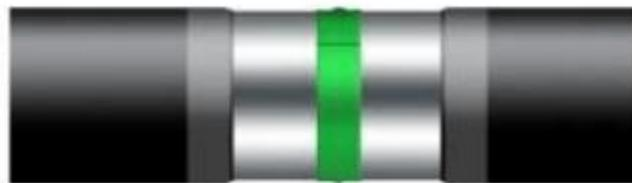

图4
- ①宜使用 100mm 宽的粘弹体防腐胶带，100mm 宽的 PVC/PE 外带；
- ②使用 50mm 宽的粘弹体胶带在环焊缝部位缠绕一周，如图4；